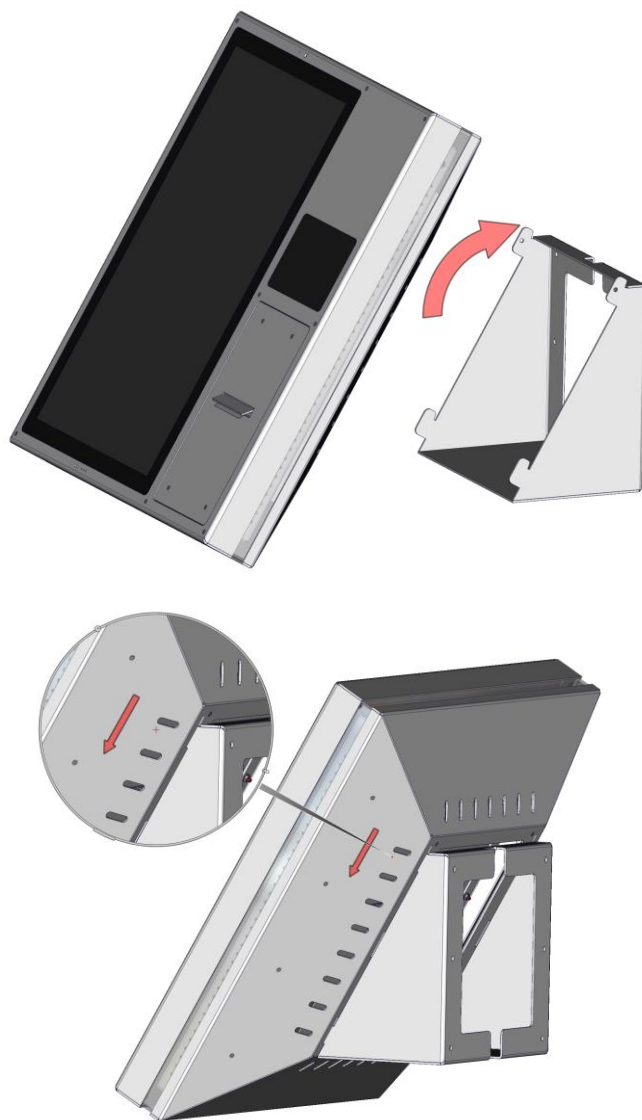

Рисунок 11.3 Установка Устройства для настенного кронштейна
2. Прикрепить Устройство к крепежному кронштейну (рис. 11.3). Принцип установки на стойку идентичный.